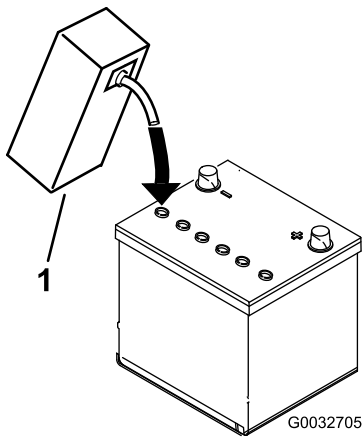

Figure 7
3. Versez de l'électrolyte avec précaution dans chaque élément jusqu'à ce que les plaques soient recouvertes d'environ 6 mm de liquide (Figure 7).
4. Attendez environ 20 à 30 minutes pour donner le temps aux plaques de s'imprégner d'électrolyte. Faites l'appoint au besoin pour que le niveau de liquide monte à 6 mm en dessous du creux de remplissage (Figure 7).